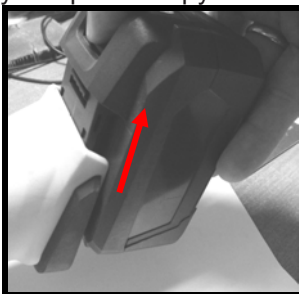

Рис.3
3.2. Снятие аккумулятора (Рис.3,3а)
Рис.3а